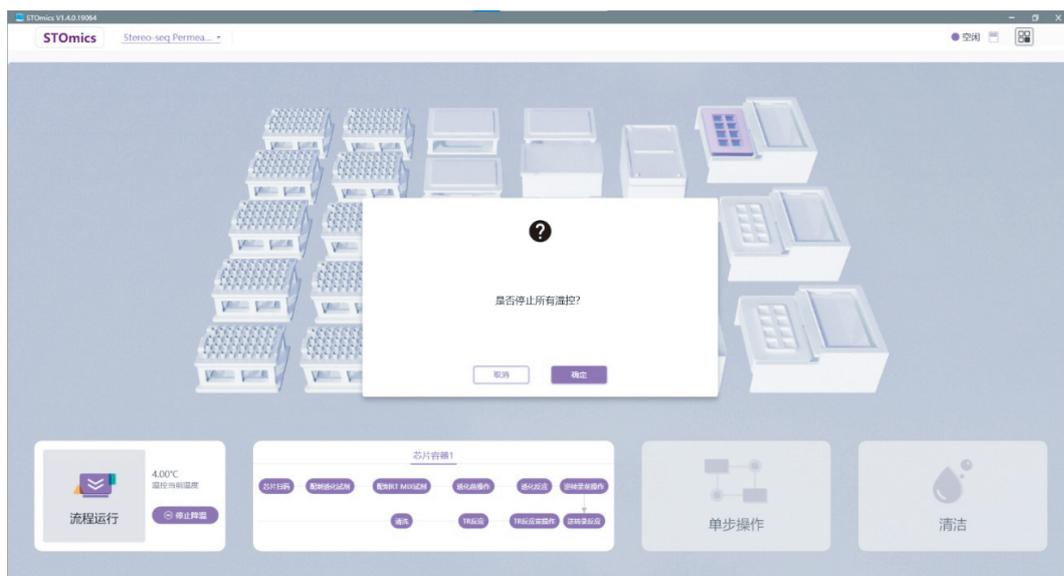

图 2-20 STOmics 软件透化流程结束界面
(6) 流程结束
a. Go Spatial 流程运行结束后，会弹出“是否停止所有温控”的弹窗（图 2-20），无需操作，直接打开舱门，平稳小心地从深孔板区拿出 96 孔深孔板，释放后的 cDNA 试剂存储于此，cDNA 产物存放位置如图 2-21 所示。
- 确定试剂已回收后，点击“确定”即结束运行（图 2-20），此时低温试剂区的温控停止，温度逐渐恢复至室温。